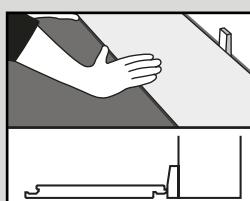

Fig. 1
- Partiendo de un tablón/azulejo completo a lo largo de la pared, calcule cuántas anchuras hay a lo largo de la habitación. Si esto significa que habrá una estrecha fila de tablones/azulejos a lo largo de la pared opuesta, corte la primera fila como corresponde. Instale este producto con el lado de la lengüeta/borde cortado viendo hacia la pared. Instale espaciadores de 3/16" (5mm) entre el tablón/azulejo y la pared (Fig. 1).